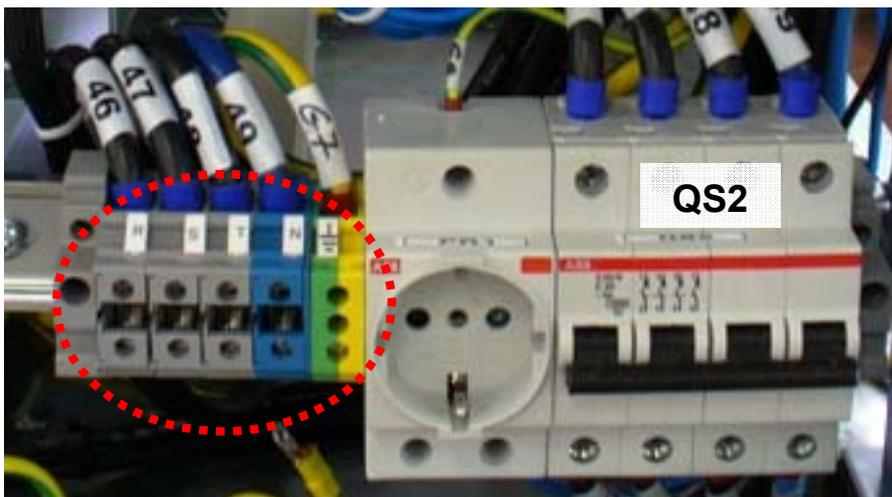

Figura 11-7 : Morsetti di collegamento rete AC ausiliaria e relativo interruttore magnetotermico
- ➔ Collegare il cavo pentapolare (3P+N+T) ai morsetti indicati nella Figura 11-7.